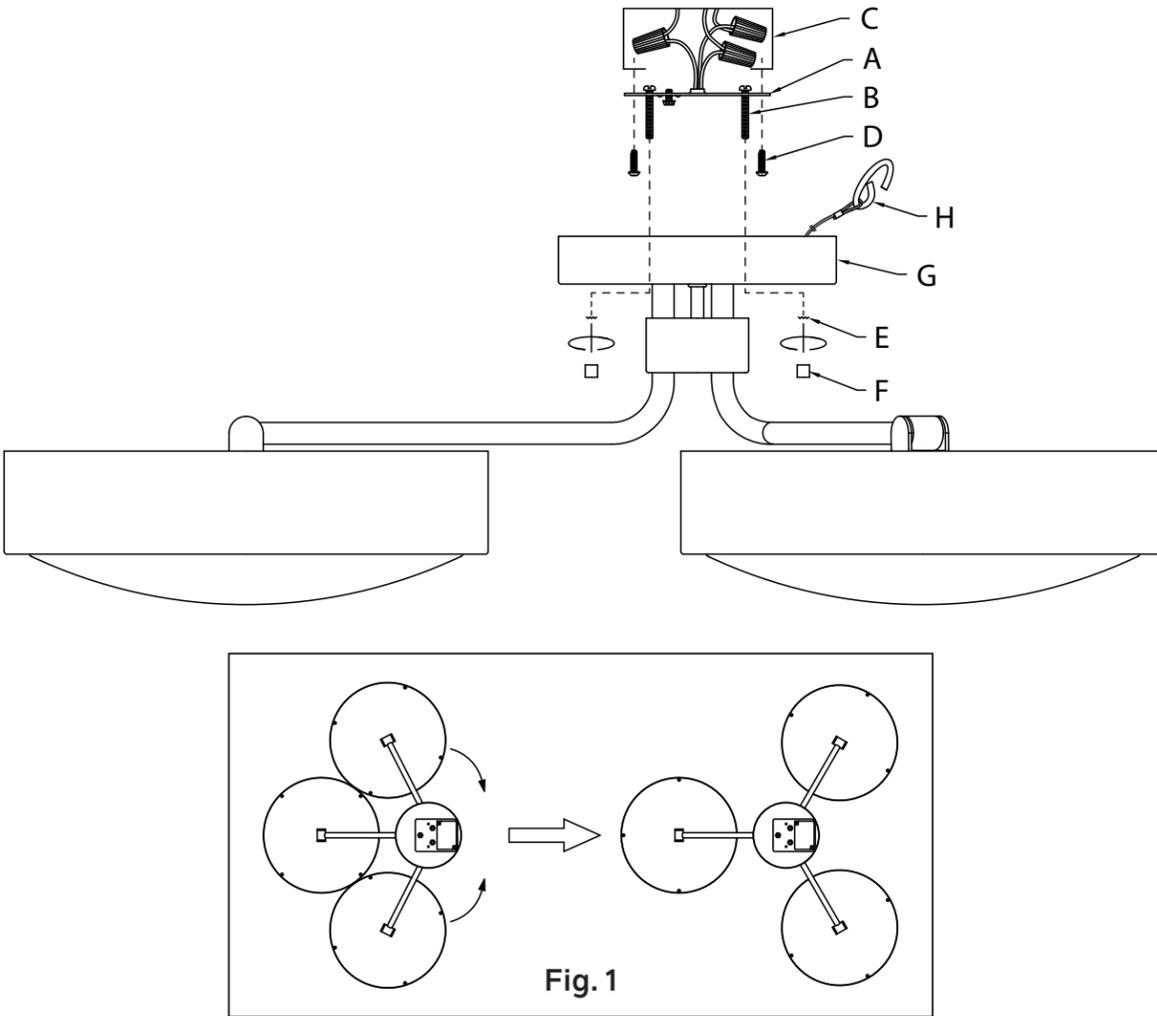

Fig. 1
1. Rotate fixture arms into position as shown (Fig. 1).
- Tournez les bras du luminaire en position (voir Fig. 1).
1. Gire los brazos del artefacto para colocarlos en la posición indicada (Fig. 1).